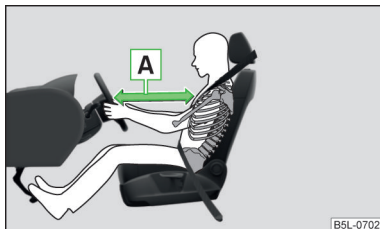

Fig. 8
■ Atât pentru șofer cât și pentru pasagerul față este important să păstreze o distanță minimă de 25 cm față de volan, respectiv față de planșa de bord » fig. 8 - A. Dacă nu se respectă această distanță, sistemul airbag nu vă poate proteja - Pericol de moarte! În afară de aceasta, scaunele față trebuie să fie întotdeauna reglate în funcție de înălțimea corpului.